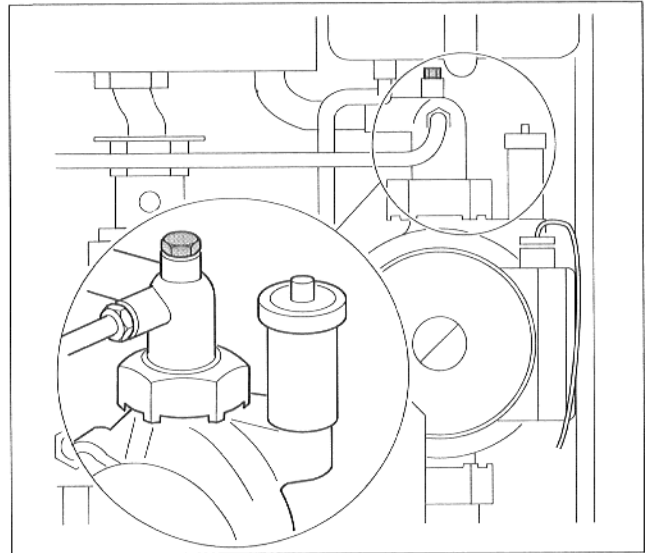

Abb. 12 Entlüftungsventil
- Gas-Umlaufwasserheizer über das Entlüftungsventil (Abb. 12) entlüften.